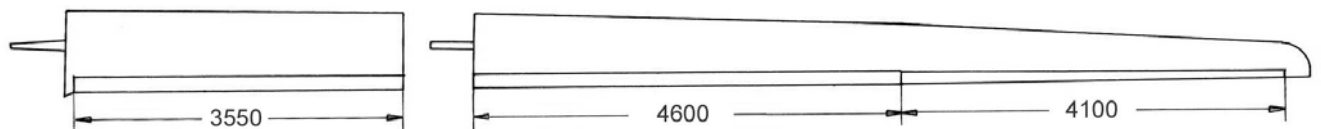

FIG. 5
5.2 Das Abdeckband (5) für QR und WK (Mylarfolie, 22-15 mm breit) nach Fig. 5 auf entsprechend lange Stücke schneiden.